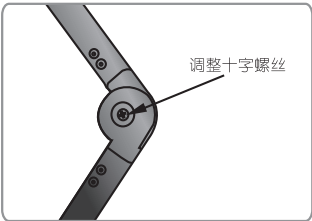

图 4
3. 在展开银幕时，如支撑杆不能支撑银幕完全展开时，可用十字螺丝刀调紧支撑杆接头螺丝，直至可支撑，如图 4。